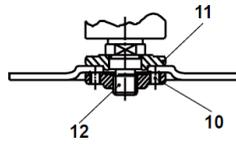

Fig. 15
- Rodas finas (< 4 mm) com centro curvo: coloque a flange de bloqueio (10) com o lado saliente afastado da roda (Fig. 15).